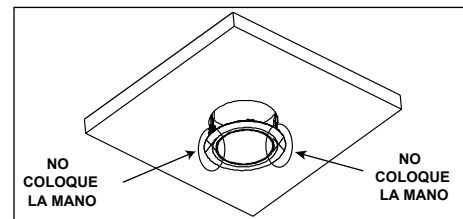

Figura 7
- NO COLOQUE LA MANO DEBAJO DEL SUJETADOR DE RESORTE DURANTE EL PROCESO DE EXTRACCIÓN. PRESIONAR LOS SUJETADORES PUEDE CAUSAR LESIONES EN LA MANO. (Figura 7)